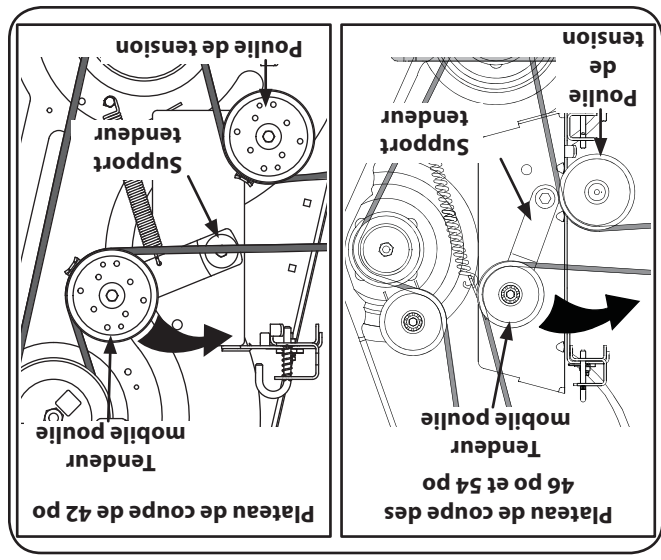

Figure 7-4
11. Tirez le côté droit de la courroie vers l'arrière et placez le côté en V de la courroie dans la gorge avant droite de la poulie de la prise de force. Voir la Figure 7-4.
12. Tenez la courroie et la poulie et faites tourner la poulie vers la gauche (Voir la Figure 7-4). Continuez à tenir et à faire tourner la poulie et la courroie jusqu'à ce que la courroie soit complètement installée sur la poulie de la prise de force.
2. Du milieu du tracteur, faites pivoter le support de la poulie de tension et la poulie de tension mobile vers l'arrière pour l'éloigner suffisamment de l'arrière de la courroie trapézoïdale et pouvoir ainsi dégager la courroie de la poulie de tension. Voir la Figure 7-4.